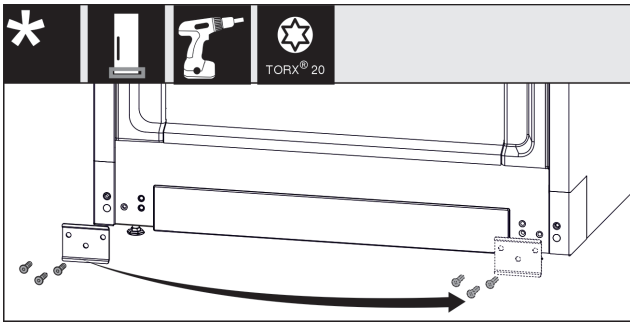

Fig. 13
- Csavarozza le a lemezt, helyezze át a másik oldalra, és ismét csavarozza fel. Fig. 13 (1)